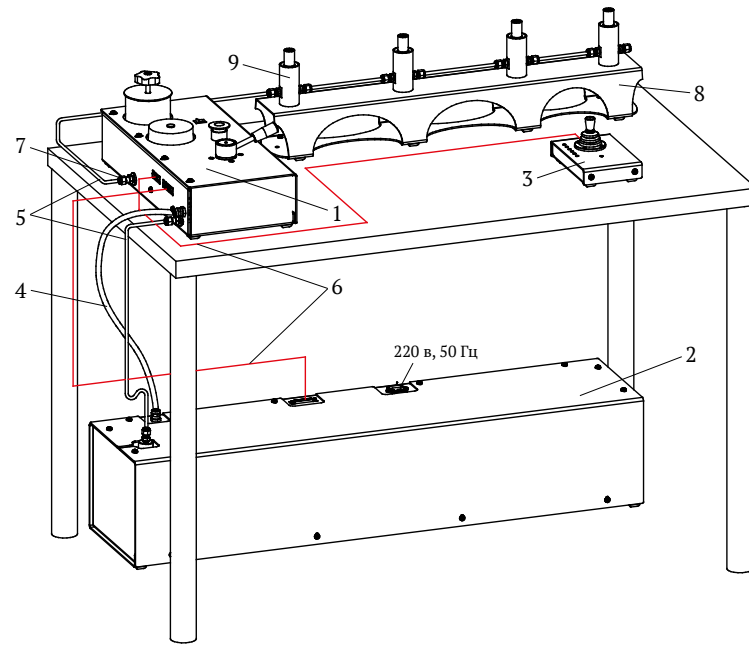

Рис. 1. Внешний вид системы:
4.1 Внешний вид системы показан на рис. 1.
4.6 ГСКА состоит из четырех основных частей — пульта управления 1 (Рис. 1), силового блока 2, джойстика 3 и коллектора 8. Эти блоки соединены между собой: трубопроводом низкого давления 4, трубопроводами высокого давления 5 и двумя информационными кабелями 6. Подключение внешних устройств и коллектора осуществляется с помощью фитинга 7. Данная конструкция обусловлена удобством ее размещения на рабочем месте. Силовой блок, как правило размещается на полу, под столом, а пульт управления, джойстик и коллектор на столе.